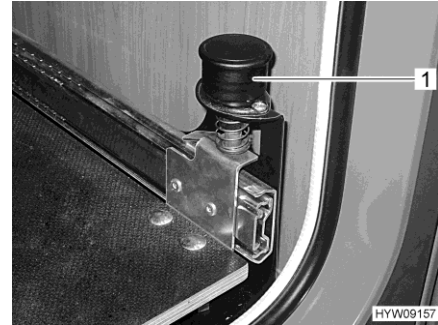

Fig. 130 Pomo con bloqueo
- Tirar el pomo (Fig. 130,1) hacia arriba. El dispositivo de extracción de caja para bombonas de gas está desbloqueado.